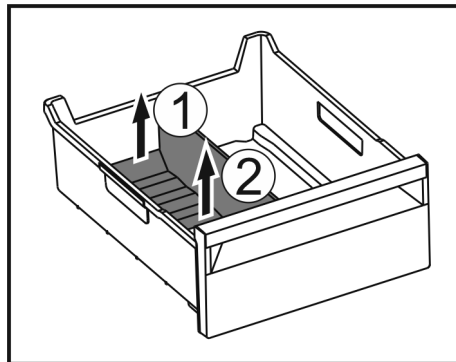

Fig. 70
- Soulever la partie arrière du séparateur de congélateur. Fig. 70 (1)
- Retirer le séparateur de congélateur par le haut. Fig. 70 (2)